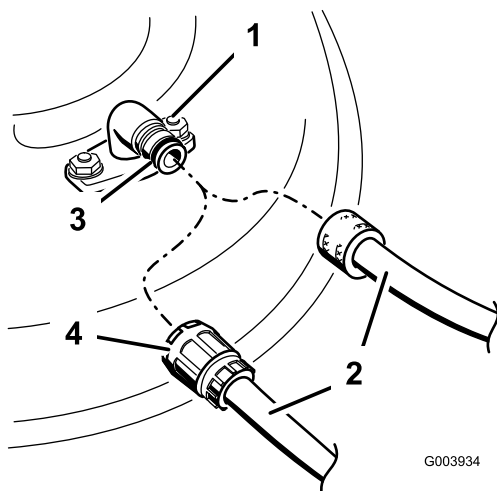

Figura 62
3. Coloque a união da mangueira na extremidade de limpeza do cortador e ligue a água em elevado (Figura 62).